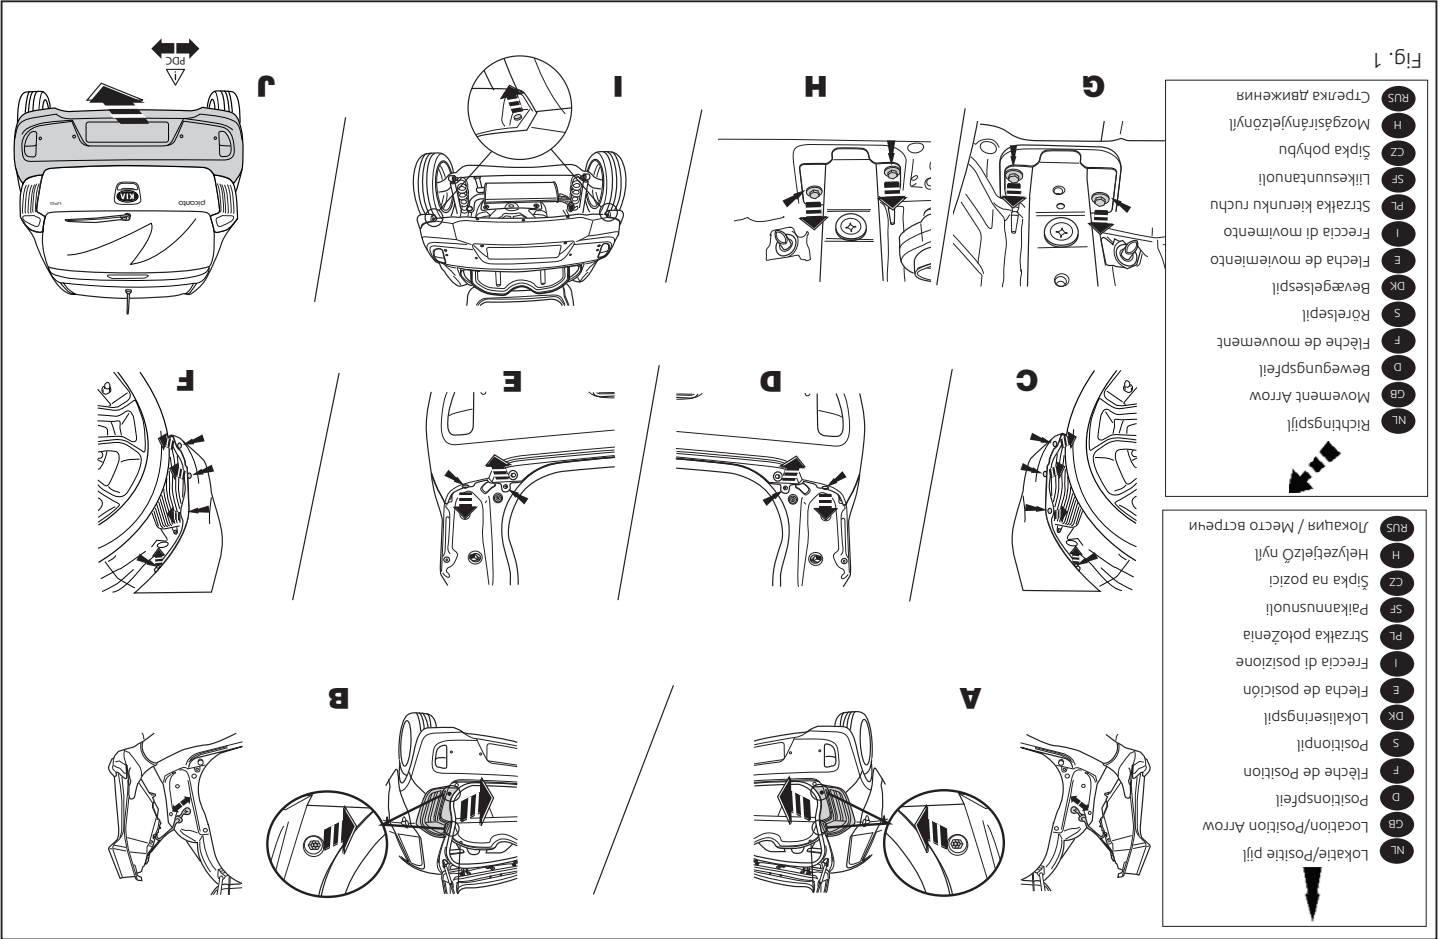

Fig. 1
1. Remove the bumper and the buffer beam from the vehicle. See figure 1.
1. Die Stoßstange einschließlich des Stoßbalkens vom Fahrzeug abmontieren. Siehe Abbildung 1.
1. Déposer le pare-chocs du véhicule y compris la traverse. Voir la figure 1.
1. Demonter kofangeren, inklusive køretøjets stødbjælke. Se fig. 1.
1. Снять бампер вместе со буферным брусом автомобиля. См. рисунок 1.